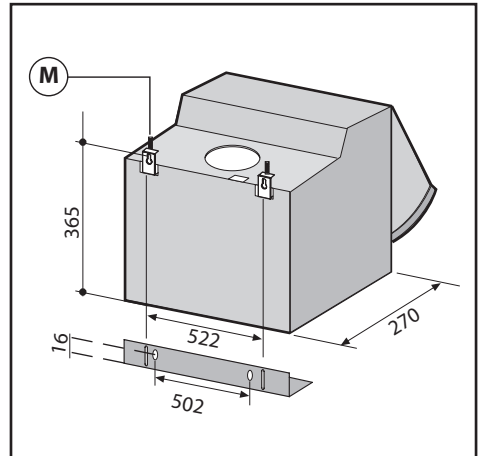

Fig.5
Eseguire 6 fori alla parete in base agli schemi Fig.5. Fissare al muro il distanzier (L) alla giusta altezza ed in base alla profondità dei pensili laterali Fig.5.
Regolare la posizione delle staffe superiori (M) Fig.5 in base alla profondità dei pensili laterali.
Fissare la cappa al distanzier tramite le viti (P) Fig.5.